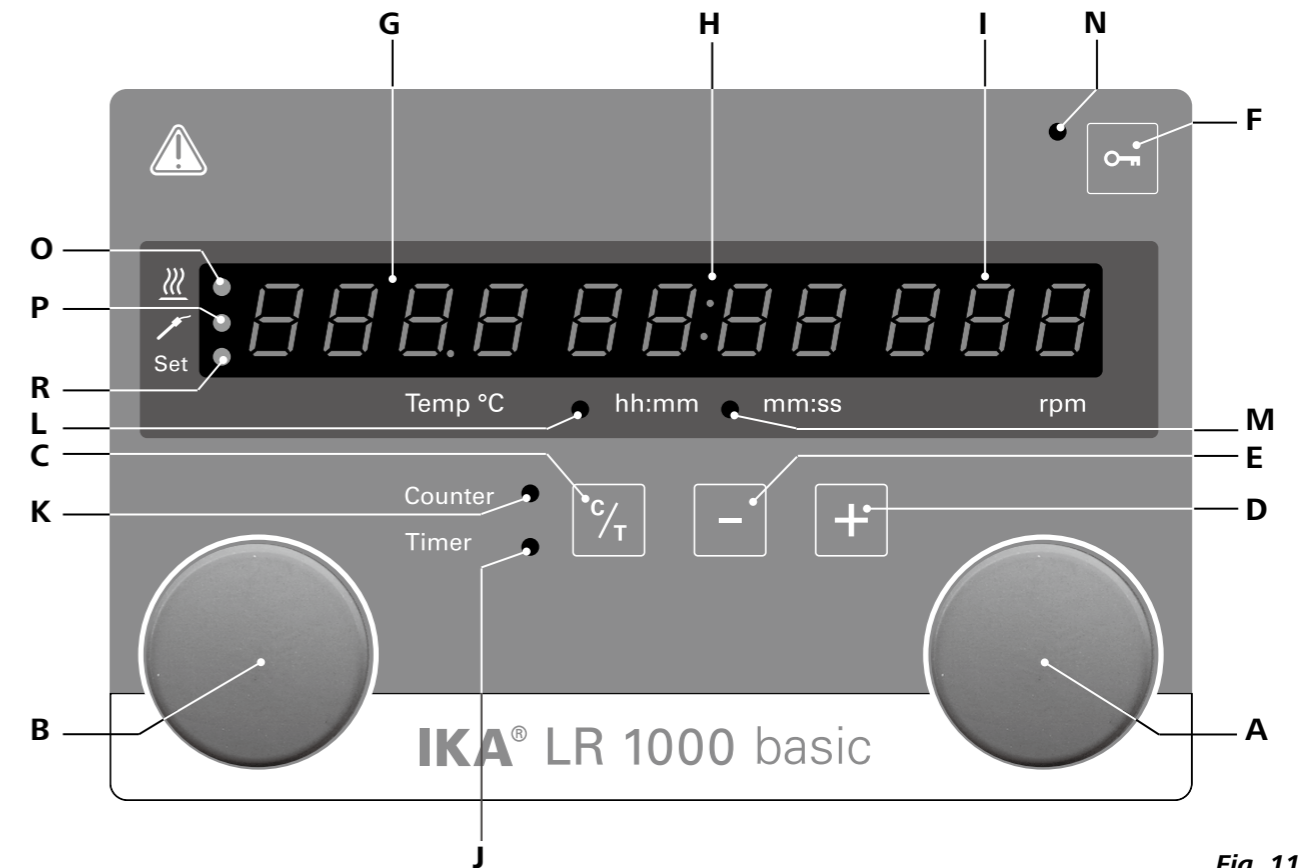

Fig. 11
Вращая поворотто-нажимную ручку (A), можно регулировать заданную частоту вращения. Для запуска мешалки нажмите поворотто-нажимную ручку (A, см Fig. 11).
Вращая поворотто-нажимную ручку (B), можно регулировать заданную температуру. Для включения нагрева нажмите поворотто-нажимную ручку (B, см Fig. 11).
Функцию нагрева можно запустить и остановить нажатием на левую поворотную/нажимную ручку (B). Далее на дисплее будет поочередно отображаться целевая и фактическая температура (G, см. рис. 11). При отображении значения начальной температуры загорается светодиод (R, см. рис. 11).
При работе менее 1 часа счетчик находится в режиме отображения минут и секунд (ММ:СС), и загорается светодиод (М, см. рис. 11).
Для регулировки времени нагревания служат кнопки Time (+) (D, см. рис. 11) и Time (-) (D, см. рис. 11). Если установлено значение более 1 часа, дисплей от отображения минут и секунд (ММ:СС) переключается к показу часов и минут (ЧЧ:ММ). Загорается светодиод (L).
Переключение между функциями Counter (Счетчик) и Timer (Таймер) осуществляется нажатием на клавишу Counter/Timer (С, см. рис. 11). Светодиод таймера (I, см. рис. 11) указывает, что включена функция Timer.
Повторное нажатие на клавишу Counter/Timer (С) приведет к включению функции Counter (Счетчик), и загорится светодиод счетчика (К, см. рис. 11).